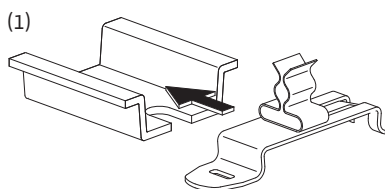

Fig. 17:
**Pose de blindages de câbles sur les raccords de blindage (SC...FC ... BM), voir Fig. 17 - 20.**